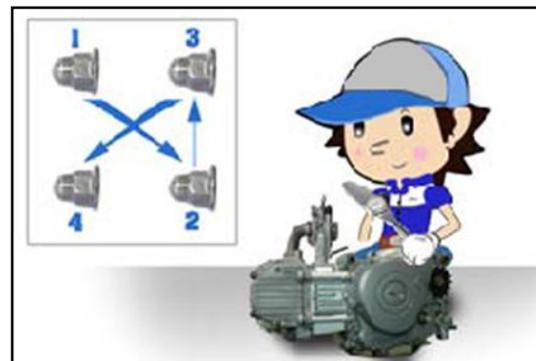

Fig.1.9
- El orden correcto para aflojar los tornillos es desde adentro hacia fuera, afloje diagonalmente. **Fig.1.9**